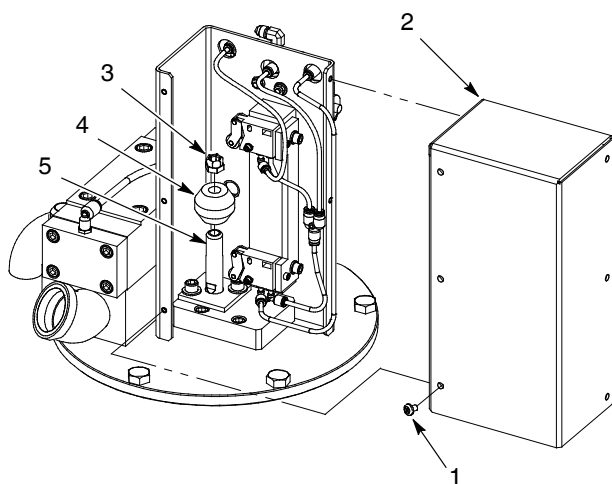

图 12 拆除跳闸杆护盖
1. 详见图12。拧下用于固定跳闸杆组件护盖(2)的螺钉(1)。
14. 详见图12。使用螺帽(3)将跳闸杆(4)安装至活塞杆(5)。将螺母牢牢拧紧。